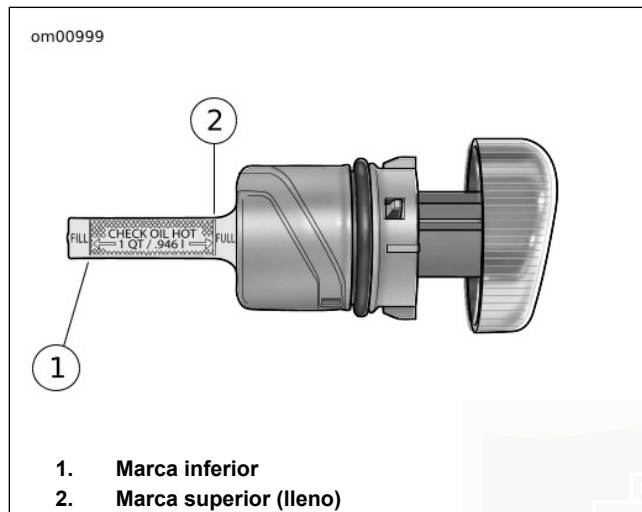

Figura 30. Tapa de llenado/varilla medidora: modelos Sportster (típicos)
3. Quite la tapa de llenado de aceite nuevamente y verifique el nivel de aceite en la varilla medidora. Vea la Figura 30. La varilla medidora tiene dos marcas. Si el nivel de aceite está en la marca inferior o por debajo de ella, vierta una cantidad de aceite suficiente para que el nivel quede entre las dos flechas de la varilla medidora. Reemplace la tapa de llenado.
- Quite la tapa de llenado nuevamente y verifique el nivel de aceite caliente en la varilla medidora. Vea la Figura 30. La varilla medidora tiene dos marcas. Si el nivel de aceite en el tanque está por debajo de la marca inferior, vierta 0,946 L (1 qt) de aceite Harley-Davidson en el tanque.